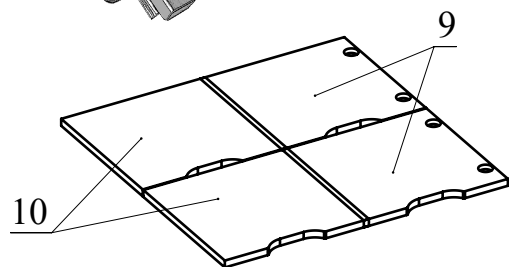

Рис.9
9. Установите петли на фасады 9, 10 с помощью шурупов 3,5x16 (Рис. 9). Ответные планки петель установите на детали 2, 4 при помощи евровинтов. (Рис. 10).